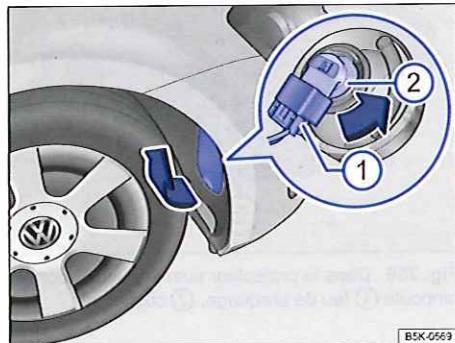

Fig. 257 Dans la coquille de passage de roue avant droite : remplacement d'une ampoule du projecteur
3.	Retirez avec précaution, dans le sens de la flèche, le cache dans la coquille de passage de roue en faisant levier à l'aide de la lame plate du tournevis compris dans l'outillage de bord ⇒ fig. 257.
4.	Déverrouillez puis débranchez la fiche de raccordement ①.
5.	Tournez le porte-ampoule ② dans le sens inverse des aiguilles d'une montre (flèche) jusqu'en butée puis retirez-le par l'arrière en même temps que l'ampoule.
8.	Rebranchez la fiche de raccordement ① sur le porte-ampoule ②. La fiche doit s'enclencher de manière audible.
9.	Mettez en place le cache dans la coquille de passage de roue ⇒ fig. 257. ▶